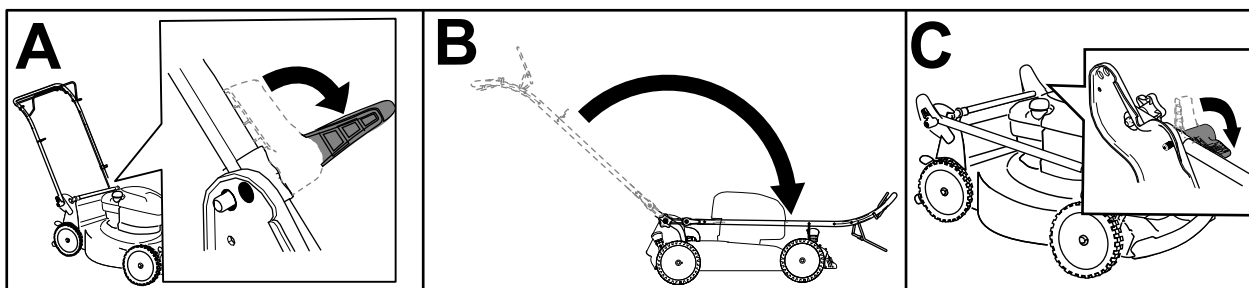

Рисунок 16
2. Отпустите фиксаторы рукоятки настолько, чтобы можно было свободно перемещать верхнюю рукоятку (вид А на Рисунок 16).
3. Сложите рукоятку вперед и заблокируйте фиксаторы рукоятки (виды В и С на Рисунок 16).